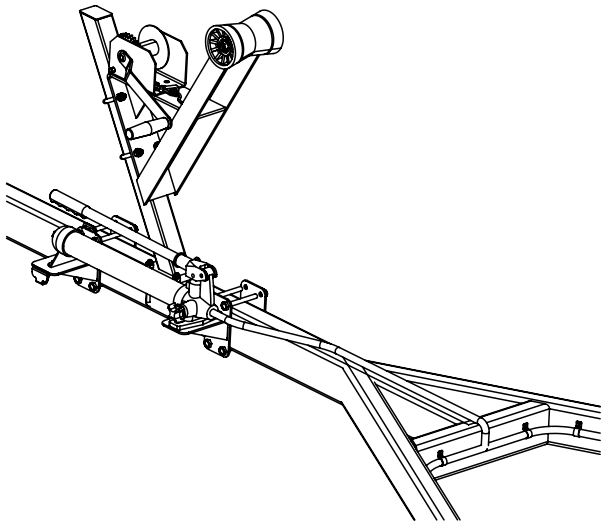

Рис. 6. Крепление гидронасоса на дышле прицепа (для категории А, В, Е, F)
1. Закрепить кронштейны гидронасоса (детали поз. 8-14 (таблица 1) на дышле (для прицепов категории А, В, Е, F (рис. 6), или на раме (для прицепов категории С, D, G, H, I (рис. 7) прицепа.